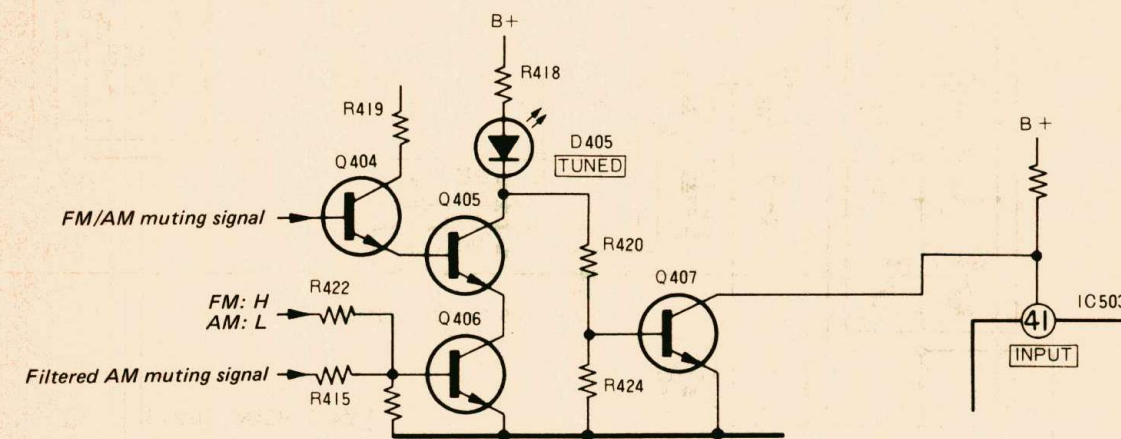

Fig. 1-7.
**11. AUTO STOP Circuit (See Fig. 1-7.)**